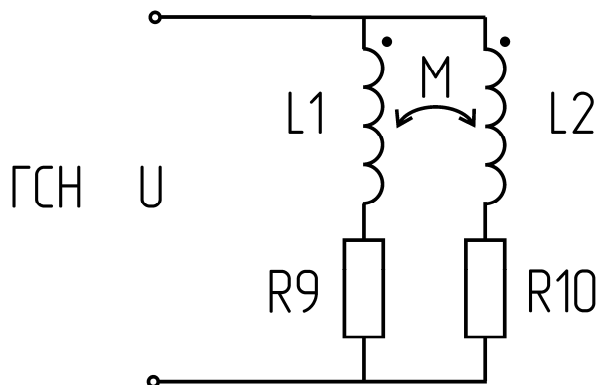

Рис.27
4. Для исследования параллельного включения двух индуктивно-связанных катушек собрать цепь согласно схеме рис.27.
6. Изменить включение катушек в цепи рис.27 с согласного на встречное. Повторить п.5.
2. Составить систему уравнений для цепи рис.27 для согласного и встречного включения и рассчитать токи I_9 и I_{10} . Сравнить полученные расчетные значения токов с результатами измерений.